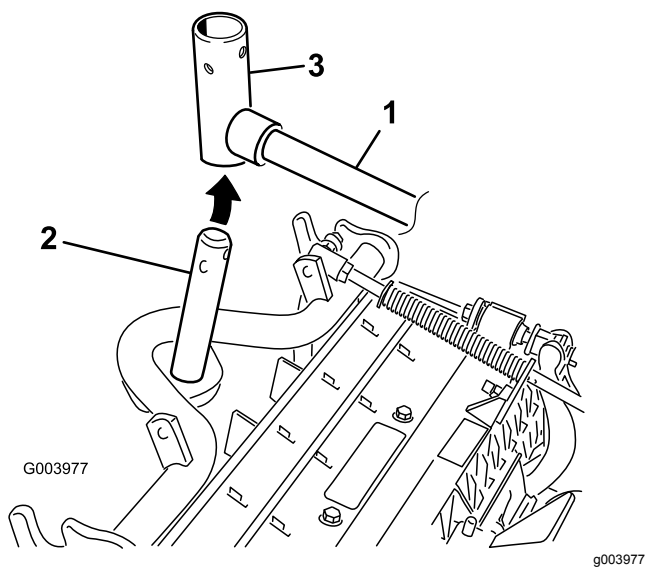

Рисунок 8
7. У передних режущих блоков: задвиньте режущий блок под подъемный рычаг, вставляя при этом ось несущей рамы в находящуюся над ней поворотную втулку подъемного рычага (Рисунок 8).
B. Вставьте втулку подъемного рычага в ось несущей рамы (Рисунок 8).